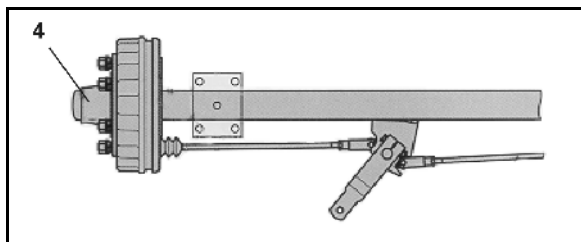

Fig. 111
1. Allentare la vite a testa esagonale M10 (Fig. 111/1) lösen.